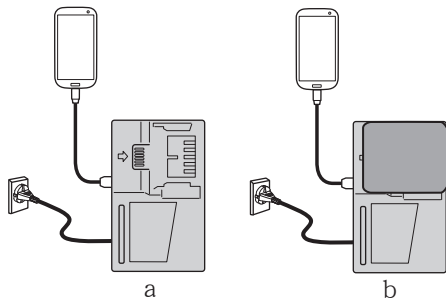

图 16
- 将 USB 设备插入插座进行充电（图 16-a）。
- 将 USB 设备和电池插入插座进行充电。（图 16-b）